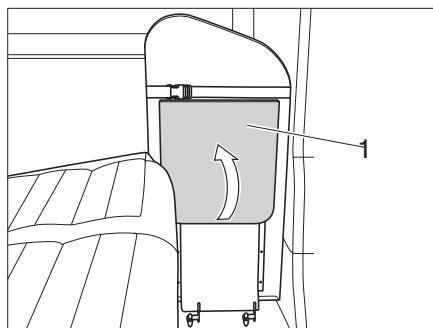

Figura 31 Desplegar el estante
- Encajar estante (Figura 31,1) hacia arriba hasta que el soporte encaje en su lugar.